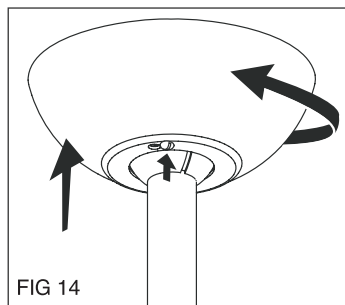

FIG 14
14. (FIG 14) Placez la tige dans l'enjoliveur. Poussez le dail vers le haut en alignant les trous de verrouillage du bas avec les vis du support de suspension. Tournez le capot pour le verrouiller dans sa place, puis serrez les vis pour le fixer.
14. (FIG 14) Coloque o canote no embelezador. Empurre o dossel para cima, alinhando os orifícios dos fechamentos na parte inferior com os parafusos no suporte do gancho. Gire o dossel para travá-lo no lugar, depois aperte os parafusos para segurá-lo